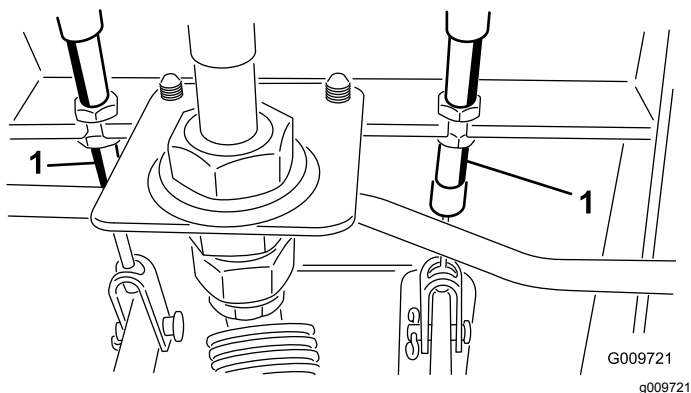

Рисунок 75
- A. Отпустите переднюю гайку на резьбовом конце троса тормоза (Рисунок 75).